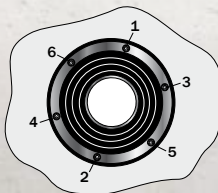

Bild 5
3. **KRASO®** Dichteinsatz an den Sechskantmuttern über Kreuz so lange festziehen (Bild 5), bis das passende Drehmoment erreicht ist (siehe Aufkleber Dichteinsatz bzw. Verpackung).